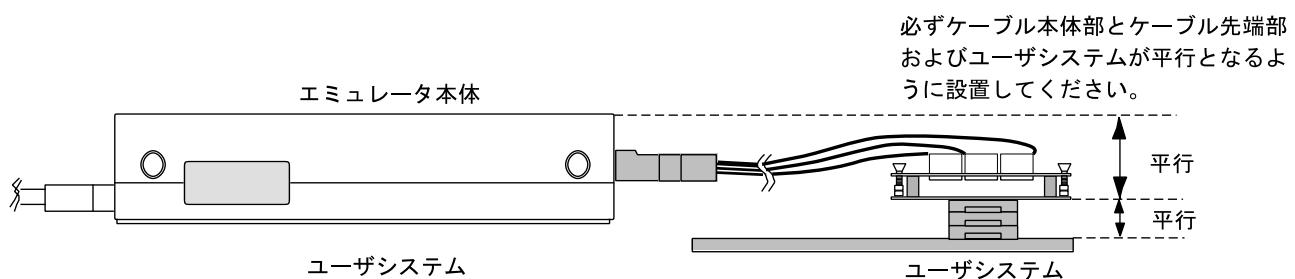

図8 設置例
- (1) ユーザシステムへの接続時には1ピン位置に十分注意して、誤接続は絶対にしないでください。
- (2) 本ユーザシステムインターフェースケーブルは、HS2148EPI61Hエミュレータ専用ですので、他のエミュレータ本体には使用しないでください。
- (3) ケーブル本体部が断線する可能性がありますので、本ユーザシステムインターフェースケーブルの上に重いものや金属等の角の尖ったものを置かないでください。
- (4) ユーザシステムに接続した状態では、ユーザシステムインターフェースケーブル、特にケーブル先端部に無理な力が加わらないように注意する必要があります。図8の設置例を参照してご使用ください。